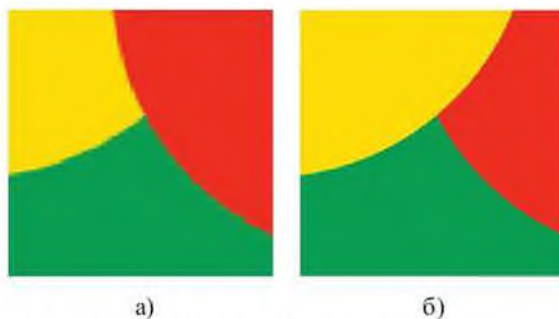

Рисунок 1.2 Увеличенный фрагмент растрового (а) и векторного изображения (б)
Определить растровое изображение можно, увеличив его масштаб (рисунок 1.2 а).
- неизменное качество изображения при масштабировании (рисунок 1.2 б).